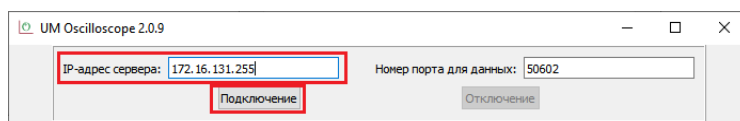

Рисунок 4.2. Установка IP-адреса для подключения к контроллеру uMotor
- В поле «IP-адрес сервера» укажите текущий адрес контроллера uMotor. В поле «Номер порта для данных», как правило, нужно оставить значение по умолчанию (50602). Далее нажать кнопку «Подключение» (рис. 4.2).